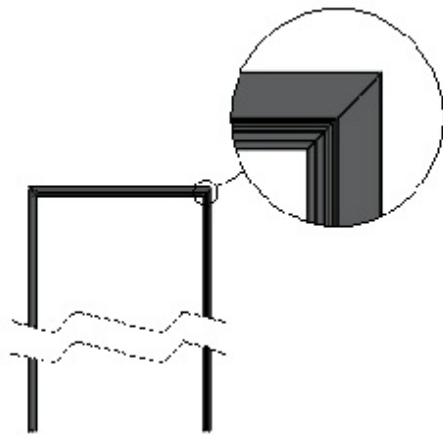

Рис.2.1
- 2.2 Собрать коробку из основного профиля и соединить с помощью стыковочных уголков (Рис.2.1 и 2.2).